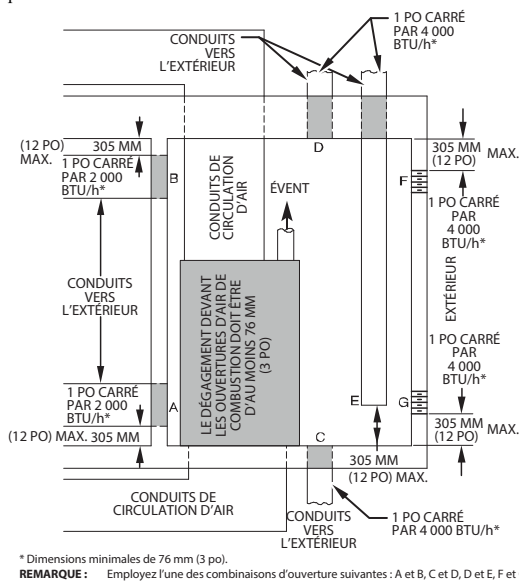

Fig. 6 – Air de combustion, de ventilation et de dilution pour l'extérieur L12F012FR
2. La Fig. 6 illustre comment installer DEUX OUVERTURES VERS L'EXTÉRIEUR, une ouverture d'entrée et de sortie d'air de combustion et de ventilation, donnant sur l'extérieur.
- b. Respectez les dimensions des ouvertures et des conduits indiquées à la Fig. 6 et au Tableau 4.
- c. DEUX CONDUITS HORIZONTAUX nécessitent 645 mm² (1 po²) d'espace libre pour tranche de puissance d'entrée de 2 000 BTUH (1 100 mm²/kW) pour tous les appareils à gaz situés dans l'espace considéré, conformément à la Fig. 6 et au Tableau 3.
- d. DEUX OUVERTURES OU CONDUITS VERTICAUX nécessitent 645 mm² (1 po²) d'espace libre par tranche de puissance d'entrée de 4 000 BTUH (550 mm²/kW) pour tous les appareils à gaz situés dans l'espace considéré, conformément à la Fig. 6 et au Tableau 3.
- a. 645 mm² (1 po²) d'espace libre par tranche de puissance combinée de 3 000 BTUH (734 mm²/kW) pour tous les appareils à gaz situés dans l'espace considéré, conformément à la Fig. 6 et au Tableau 4.